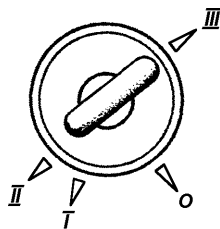

Рис. 3.4. Положение ключа в выключателе зажигания (наименование позиций см. в тексте)
36 -выключатель зажигания (УАЗ-315143, УАЗ-315148 - выключатель пуска двигателя) (рис. 3.4). Выключатель замка зажигания закреплен на рулевой колонке болтами с отрывной головкой для предотвращения демонтажа замка зажигания с противоугонным устройством обычными ключами. На заводе головки болтов не отрываются с целью сохранения возможности снятия замка с рулевой колонки в предпродажный период. Потребитель должен сам принять решение о необходимости отрыва головок болтов.
После включения зажигания (см. рис. 3.4) контрольная лампа I (см. рис. 3.1) включения иммобилайзера загорается на 1,5 секунды в тестовом режиме. Затем, до пуска двигателя сигнализатор индицирует состояние противоугонной системы:
- включите зажигание одним из зарегистрированных ключей, повернув его в положение I (см. рис. 3.4)
-в течение 10 секунд после включения выключите зажигание, повернув ключ в положение 0 (см. рис. 3.4);
-включите зажигание одним из зарегистрированных ключей, повернув его в положение I (см. рис. 3.4) выключателя зажигания;